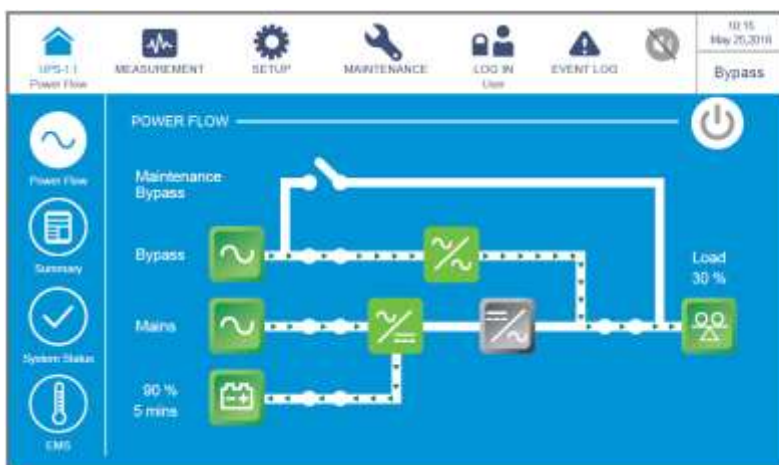

Рисунок 6-47: Экран байпасного режима
- 3) После выбора **YES (ДА)** ИБП отключит инвертор, прекратит подачу питания со всех силовых модулей и будет осуществлять подачу питания с байпасного источника переменного тока. Если байпасный источник переменного тока работает ненормально, то существует риск прерывания подачи питания, и подключенные важные нагрузки не будут защищены. В этот момент силовые модули продолжают заряжать батареи, трехцветный светодиодный индикатор горит желтым и появляется следующий экран (**Рисунок 6-47**). Расположение трехцветного светодиодного индикатора см. на **Рисунке 2-11**.